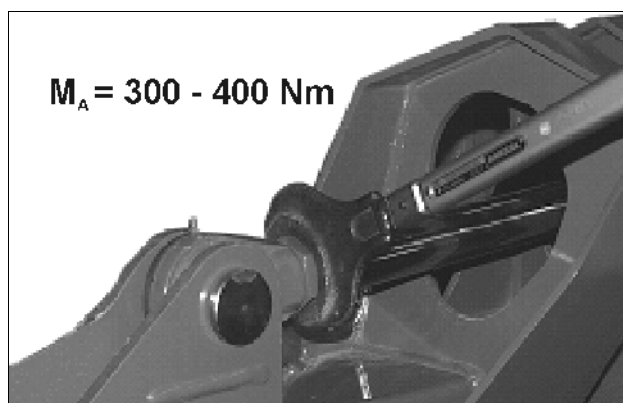

Рис. 28
- Момент затяжки 300 – 400 Нм (Рис. 28)